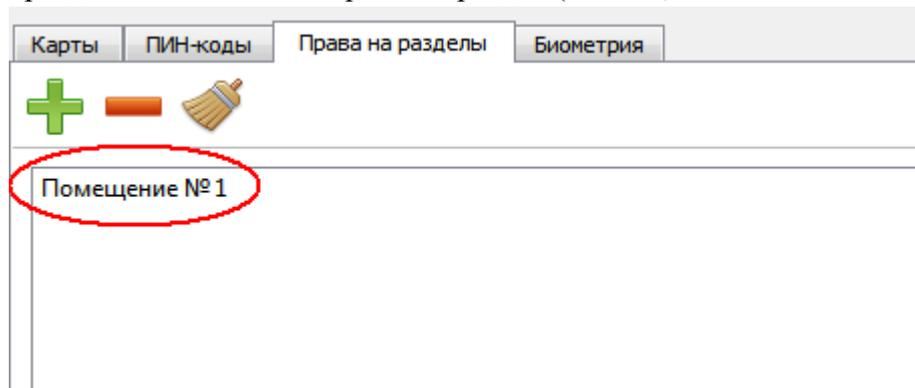

Рис. 98
- Нажмите кнопку «Сохранить» для закрытия окна «Выбор разделов». На вкладке «Права на разделы» появится выбранный раздел (Рис. 98).